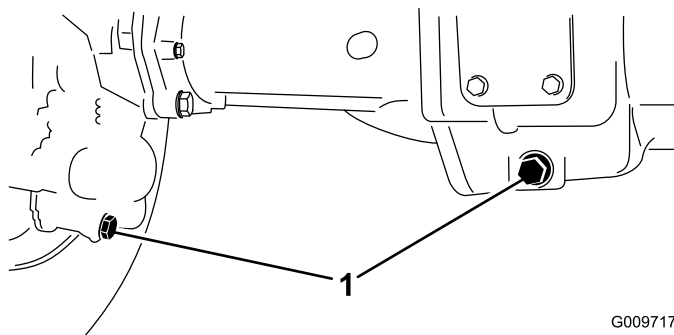

Figura 97
2. Limpie la zona alrededor de los tres tapones de vaciado, uno en cada extremo y uno en el centro (Figura 97).